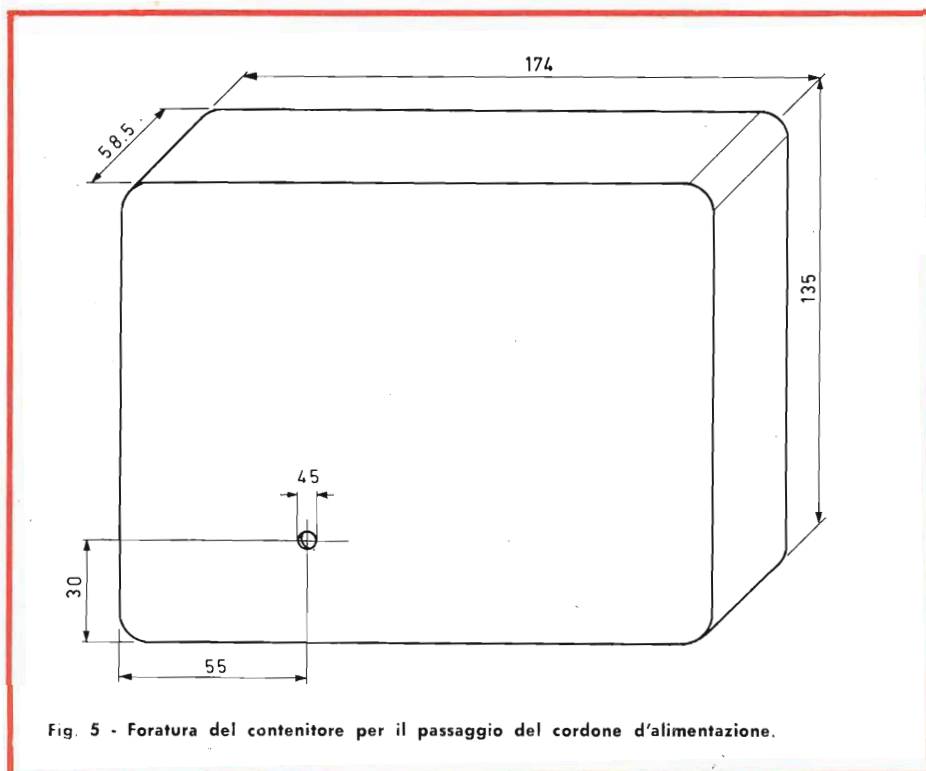

Fig. 5 - Foratura del contenitore per il passaggio del cordone d'alimentazione.
- Forare il contenitore Fig. 5.